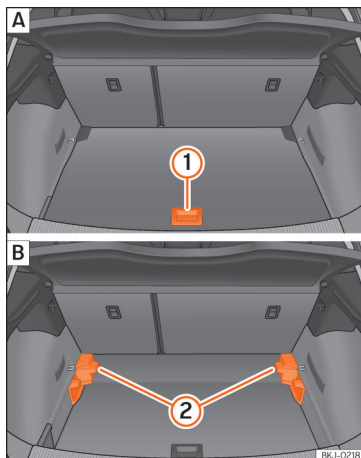

Fig. 141 Piso variável da bagageira: **A** posição alta; **B** posição baixa.
- Para passar da posição baixa para a alta, levante o piso pela pega »» **Fig. 141** **1**, puxe-o para trás até que a parte dianteira do piso baixe totalmente os suportes **2**.
- Para passar da posição alta para a baixa, levante o piso pela pega »» **Fig. 141** **1**, puxe-o para trás até que a parte dianteira do piso baixe totalmente os suportes **2**.
pela pega »» Fig. 141 ①, puxe-o e empurre